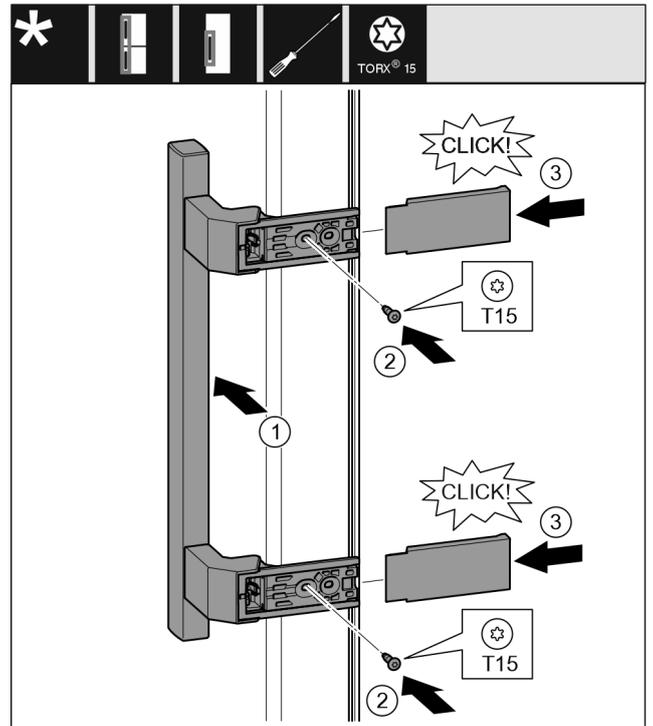

Fig. 14
- ▶ Poser la poignée sur le côté opposé. Fig. 14 (1)
- ▶ Serrer les vis avec un tournevis T15. Fig. 14 (2)
- ▶ Mettre en place les caches latéralement et les enclencher. Fig. 14 (3)